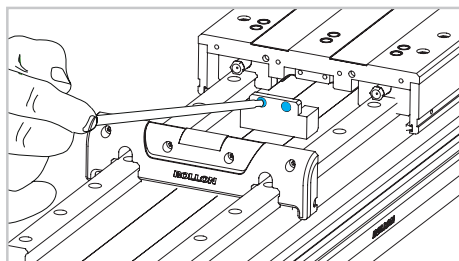

Fig. 3
- 2) Démontez le bloc intérieur des deux côtés du chariot (Fig. 3).